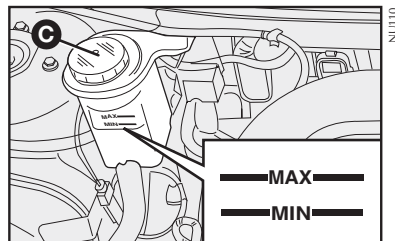

fig. 5
## FLUIDO PARA A DIREÇÃO HIDRÁULICA - fig. 5
- Retirar a tampa **C**-fig. 5.